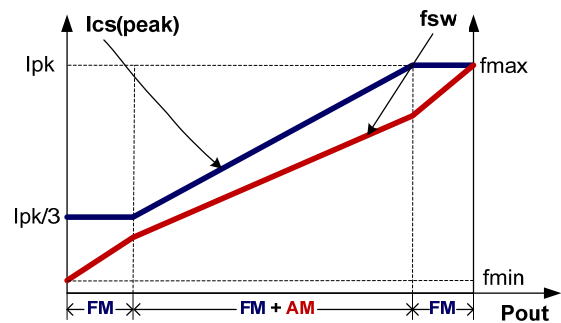

图 4
如图 4 所示，为了满足严苛的平均效率和待机功耗要求，BD6525 采用了调幅控制 (AM) 和调频控制 (FM) 结合的多模式控制技术。